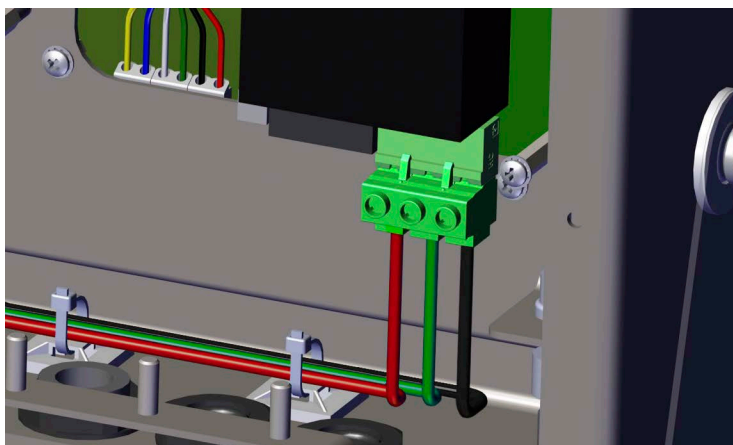

Figura 2-22. Connessione del cablaggio DC
2. Far passare i tre fili sul retro dell'indicatore e connetterli alla spina a tre pin (PN 15888) che si collega alla scheda di alimentazione, vedere la Figura 2-22 e la Tabella 2-4 a pagina 30.